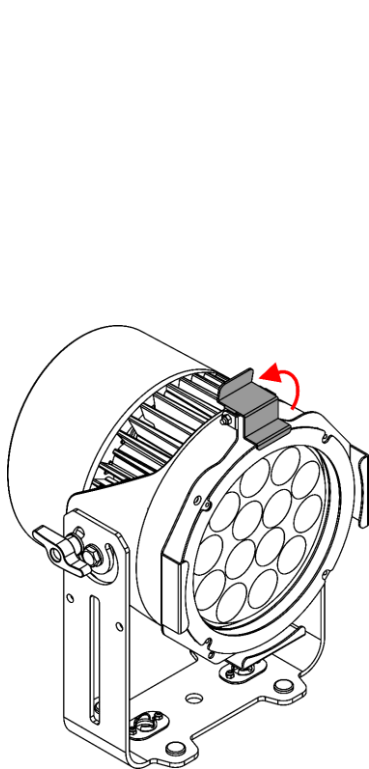

Fig. 12
- 02) Sollevare il clip di fissaggio a molla del Supporto per l'accessorio e ruotarlo all'indietro (Fig. 12).